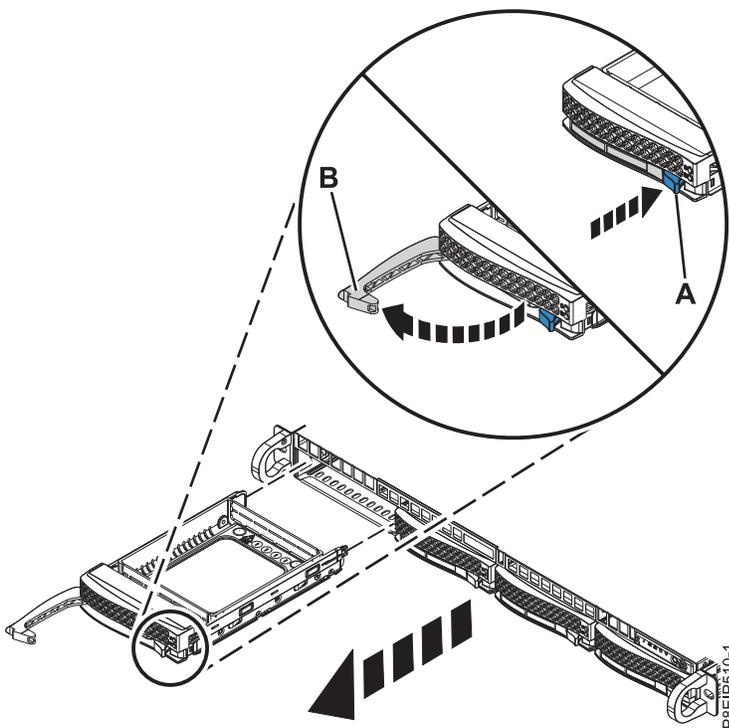

Abbildung 9. Laufwerk ausbauen
2. Entriegeln Sie den Griff an der Laufwerkposition (**B**), indem Sie auf die Griffentriegelung (**A**) drücken (siehe Abb. 9). Der Griff (**B**) schnappt in Ihre Richtung auf. Wenn der Griff nicht vollständig aufsnappt, kann das Laufwerk nicht aus dem System gezogen werden.